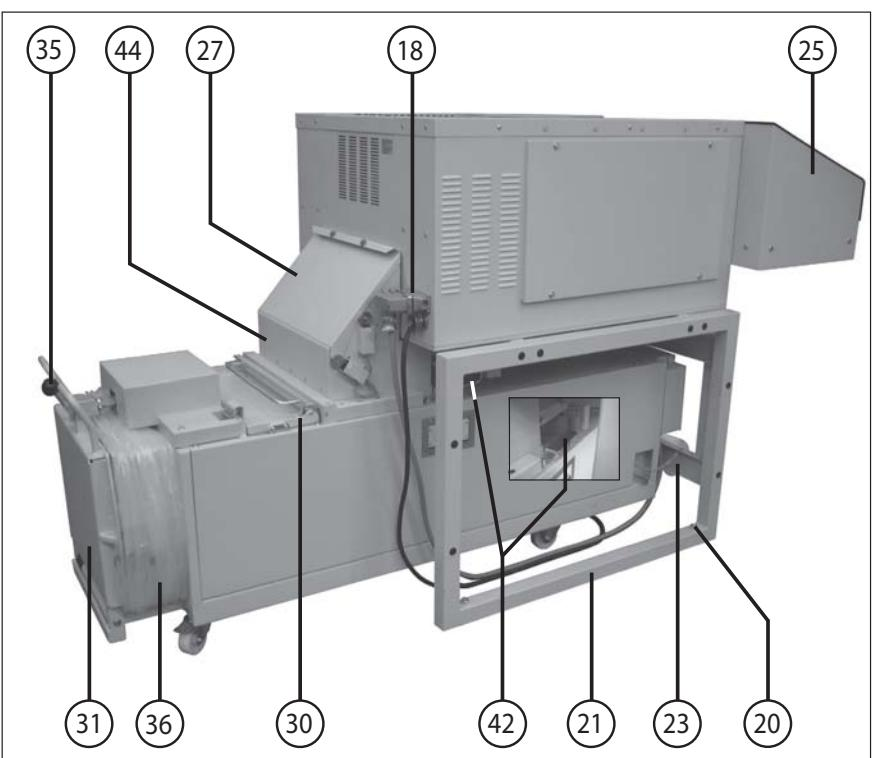

Fig. 2
- Inserire la spina di collegamento del comprimitore nella presa (18) situata sulla parete posteriore della cassa del distruttore di documenti (fig. 2).
- 18 = Caja de enchufe (fig. 2)
20 = Tornillo de compensación (fig. 2)
27 = Tapa de cubierta (fig. 2 y 5)
30 = Chapaleta de carga (fig. 2)
31 = Compuerta de extracción (fig. 2)
35 = Palanca de cierre (fig. 2)
36 = Marco de fijación del saco (fig. 2 y 14)
42 = Escuadra de fijación (fig. 2)